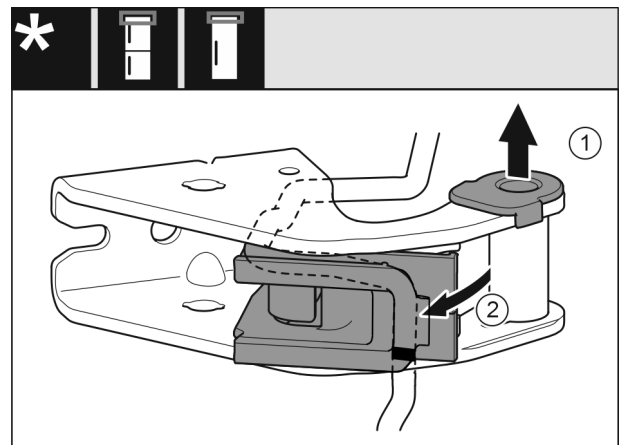

Fig. 26
- Nxirrni jashtë nga foleja udhëzuese manikotat e kapjes. *Fig. 26 (1)*
- Nxirrni kabllon nga mbajtësja e kablllos. *Fig. 26 (2)*